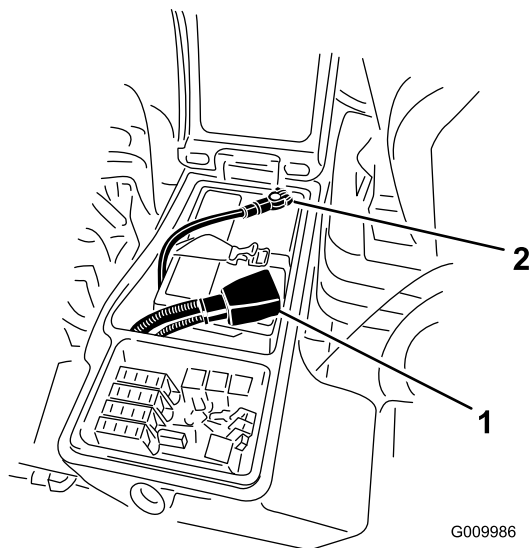

Bild 92
3. Klemmen Sie das Minuskabel (Schwarz) vom Minuspol (-) des Akkus und das Pluskabel (Rot) vom Pluspol (+) des Akkus ab (Bild 92).
6. Klemmen Sie das Pluskabel (Rot) am Pluspol (+) des Akkus und das Minuskabel (Schwarz) am Minuspol (-) des Akkus an (Bild 92).